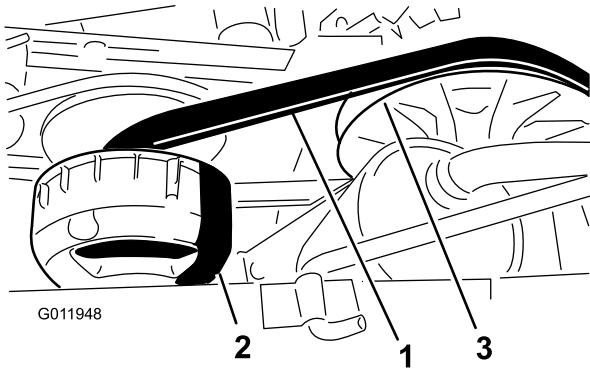

图 66
4. 转动并检查皮带图 66 是否有过度磨损或损坏的迹象。
3. 转动并将皮带放到副离合器上图 66。
4. 从副离合器上卸下皮带图 66。
5. 将新皮带放到主离合器上并对齐图 66。
6. 转动并将皮带放到副离合器上图 66。